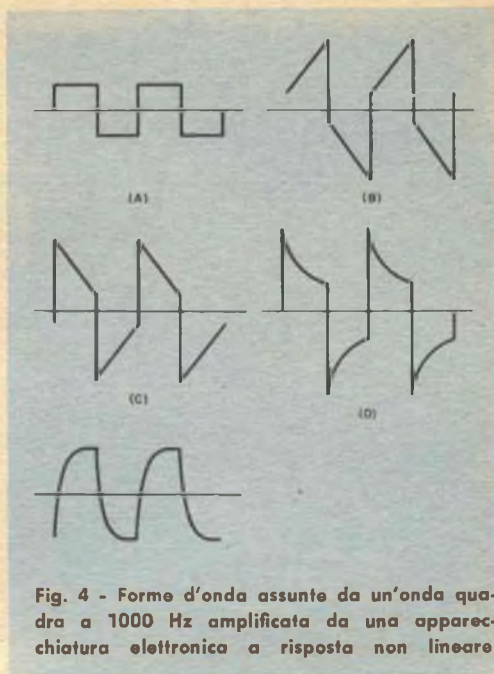

Fig. 4 - Forme d'onda assunte da un'onda quadra a 1000 Hz amplificata da una apparecchiatura elettronica a risposta non lineare.
In *fig. 4* sono rappresentate, a titolo d'esempio, le varie forme assunte da un'onda quadra a 1000 Hz (A) amplificata da un'apparecchiatura elettronica a risposta non uniforme.